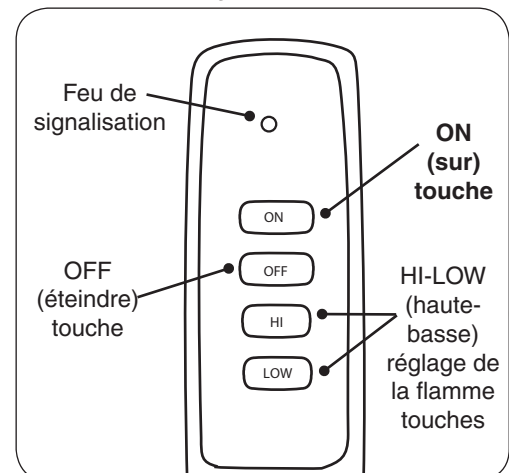

Fig. 18-3 Détail de la télécommande
3. Localisez la télécommande et appuyez sur la touche **ON** (voir Fig. 18-3). Le système émettra un bip et la séquence d'allumage commencera.